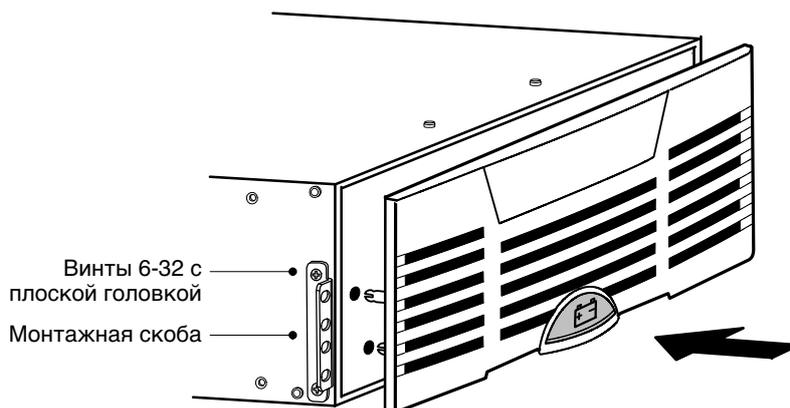

Рисунок 14. Установка монтажных скоб ВБМ
8. Если монтажные скобы еще не установлены, совместите обе монтажные скобы с отверстиями для винтов на боковой стенке ВБМ и закрепите прилагаемыми винтами с плоской головкой 6-32 (см. Рисунок 14).
Совместите выступы на задней поверхности передней крышки с отверстиями в ВБМ. Уверенным нажатием установите крышку на место. См. Рисунок 14.